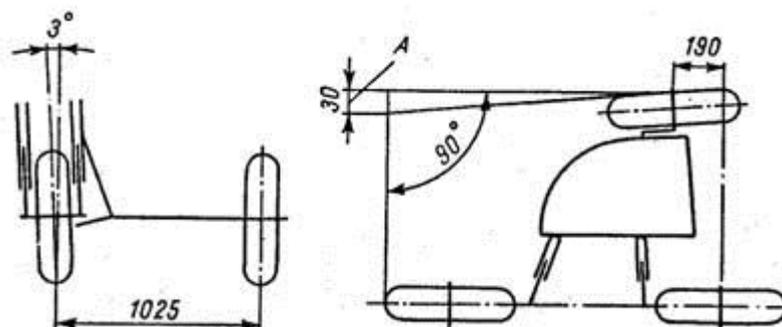

Рис. 76. Схема расположения коляски относительно мотоцикла
5. Установить углы развала и схождения колеса коляски в соответствии с рис. 76.
5. Измерить расстояние между досками на уровне крайней передней точки переднего колеса мотоцикла и на уровне оси колеса коляски (рис. 76). Полученную в результате измерений разность (размер А) следует запомнить или записать.
8. При отпущенном винте цангового зажима, перемещая переднюю нижнюю тягу в разрезной трубе рамы коляски, установить расстояние А, равное 30 мм (рис. 76) с припуском на затяжку цангового зажима и закрепить трубу, завернув два болта на раме коляски.